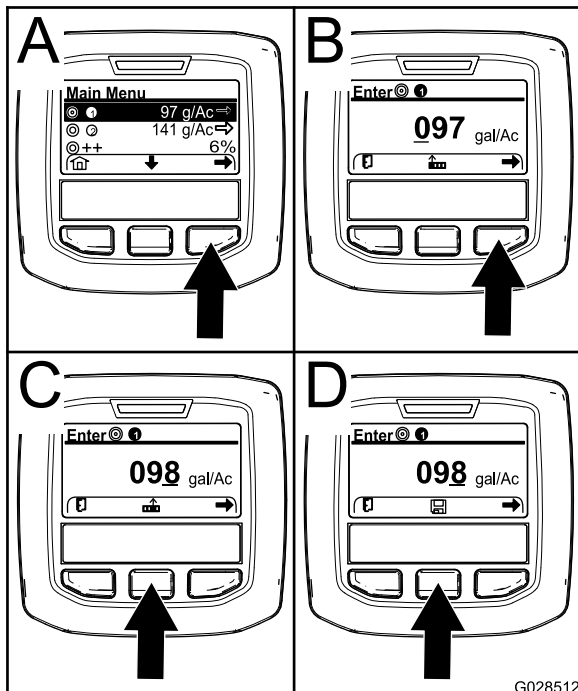

Figure 66
2. Si nécessaire, appuyez sur le bouton de sélection central pour mettre en surbrillance le débit d'application du programme 1 (Figure 66).